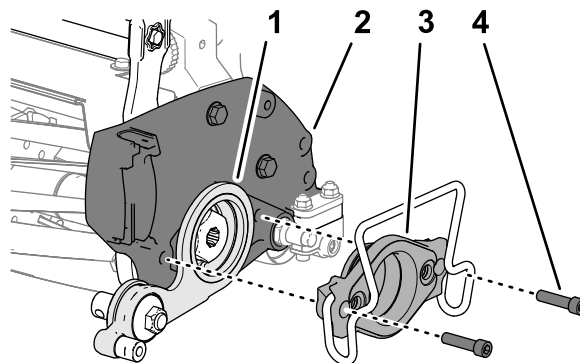

図 19
1. 図 19 に示すように、アイドラアセンブリをカッティングユニットに合わせる。
2. 図 19 に示すように、アイドラプレートのカッティングユニットのサイドプレートに合わせる。
3. アイドラプレートを通してモータマウントをカッティングユニットのサイドプレートの内部に取り付ける 図 19。
4. マウントをプレート 図 19 に組み付けるステップ モータマウントを外す \(ページ 4\) で外したソケットヘッドねじ 5/16" x 1 1/4" 2本を使用する。